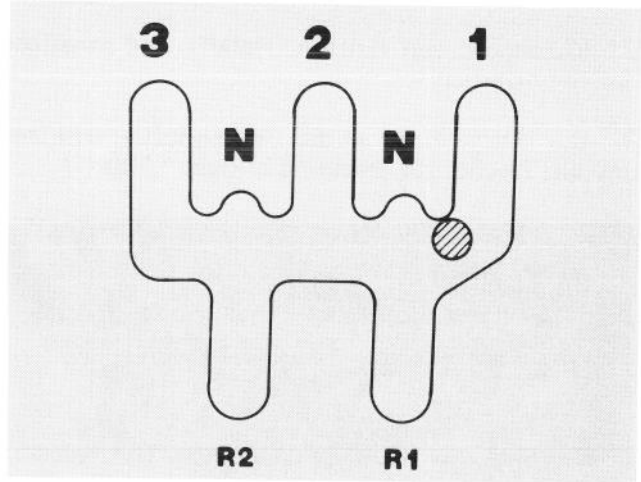

Abb. 7
3. Den Gangschalthebel auf die Erhöhung zwischen N und 1 stellen (Abb. 7) und in dieser Stellung festhalten.